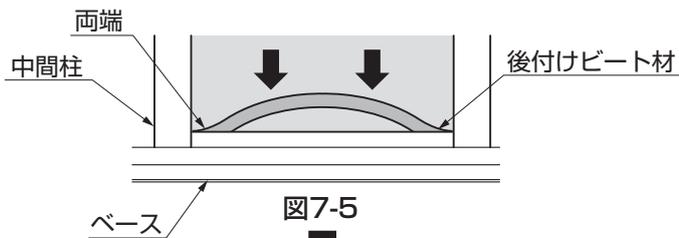
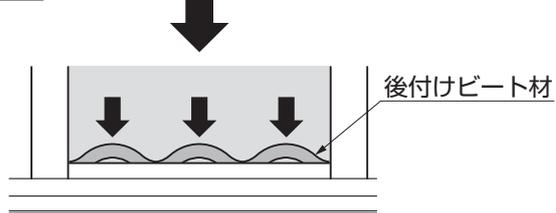

図7-5
図7-6
- 後付けビート材を取付ける際は、図7-5のように取付ける面の中心部分をたるませた状態で両端部分および中間の1~2箇所を先に押込み、図7-6のようにたるみ部分の中心から広げるように押込んでください。